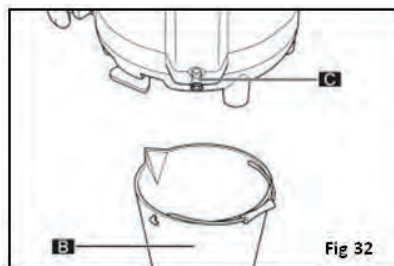

Fig 32
- Coloque un contenedor (B) de más de 3 litros de capacidad bajo la boquilla de purgado (C).
- Utilice una moneda o una llave Allen para desenroscar el tapón del purgador (C).
- Tire firmemente del tapón (C) y espere a que el depósito se haya vaciado por completo (Fig. 32).